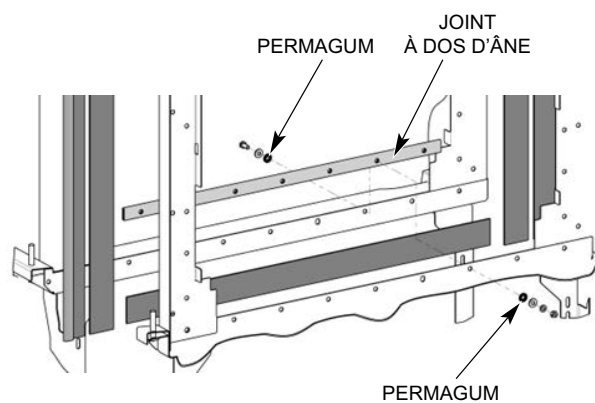

Fig. 14
4. Utilisez le scellant Permagum sur le côté intérieur des rondelles aux deux côtés de la section pour sceller adéquatement (Fig. 14). Un étau en C pourrait être nécessaire pour installer les accessoires. Boulonnez le joint à dos d'âne aux rebords du bas de la cuve à l'aide de sept boulons de taille longue, rondelles, rondelles-frein et écrous fournis.